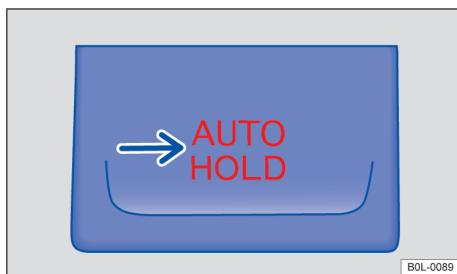

图 100 在中控台中：自动定车按钮
当按钮 **[AUTO HOLD]** → 图 100 中的指示灯点亮红色且组合仪表显示屏中的指示灯 **⑩** 点亮绿色时，自动定车功能 (Auto Hold) 激活。
- 按压按钮 **[AUTO HOLD]** → **▲**。按钮 **[AUTO HOLD]** → 图 100 中的指示灯点亮红色。自动定车功能 (Auto Hold) 已准备就绪，但未必一定可保持车辆静止 → **▲**
- 按压按钮 **[AUTO HOLD]** → **▲**，按钮 **[AUTO HOLD]** 中的指示灯 → 图 100 熄灭。